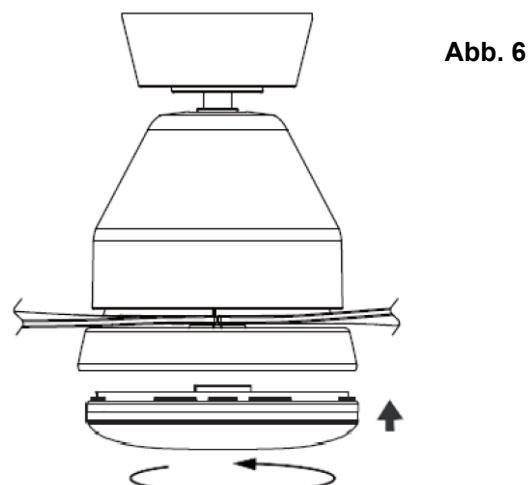

Abb. 6
- Die Schale an der Lampenhalterung montieren. (Nur bei Ventilatoren mit Beleuchtung) Abb. 6